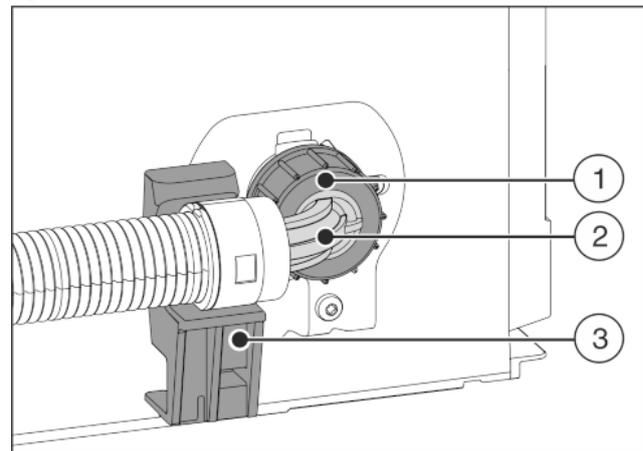

Fig. 22
- Positionner et maintenir l'extrémité de tuyau coudée Fig. 22 (2) horizontalement sur le support Fig. 22 (3).
- Visser l'écrou Fig. 22 (1) manuellement sur le filetage jusqu'à ce qu'il soit parfaitement stable.